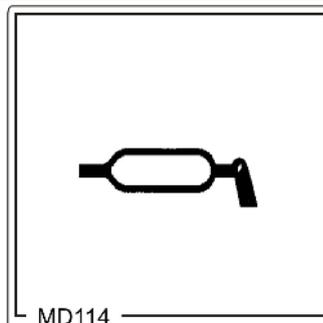

Fig. 55
1. Sechskant-Schraube M10 (Fig. 55/1) lösen.